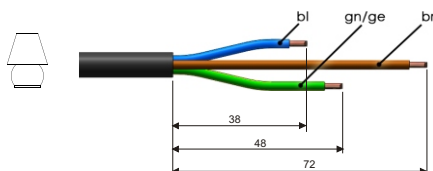

Bild 1 / illustration 1 / figure 1 / foto 1 / figura 1
3. Dénudez le câble (fig. 1)
3. Spelare il cavo e togliere l'isolante (fig. 1)